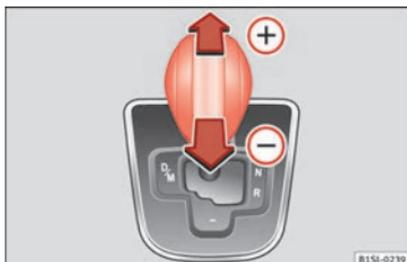

Abb. 149 Wählhebel in Tiptronic-Stellung.
- Wählhebel nach vorn  oder zurück schieben , um hoch- oder herunterzuschalten » **Abb. 149**.